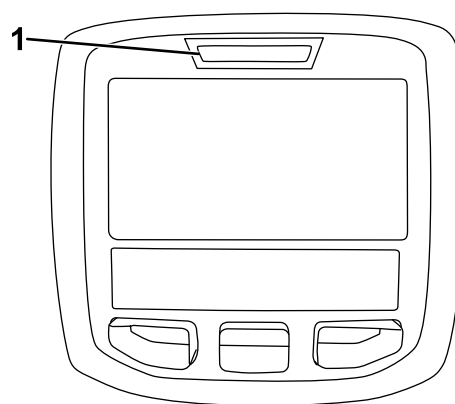

**Рисунок 58**
- В задней части используйте каждую сторону машины на задней раме (Рисунок 58).